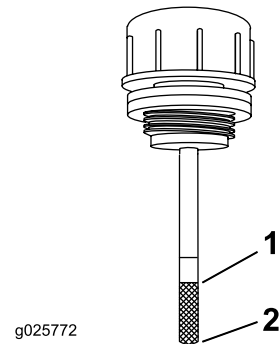

Figura 60
6. Limpie la zona alrededor de la varilla del depósito del sistema hidráulico (Figura 60).
7. Retire la varilla del depósito hidráulico (Figura 60).
9. Retire la varilla e inspeccione el extremo (Figura 60). Si el nivel de aceite está en la marca Añadir (Add), vierta lentamente en el depósito hidráulico sólo la cantidad de aceite necesaria para que el nivel llegue hasta la marca Lleno (Full).